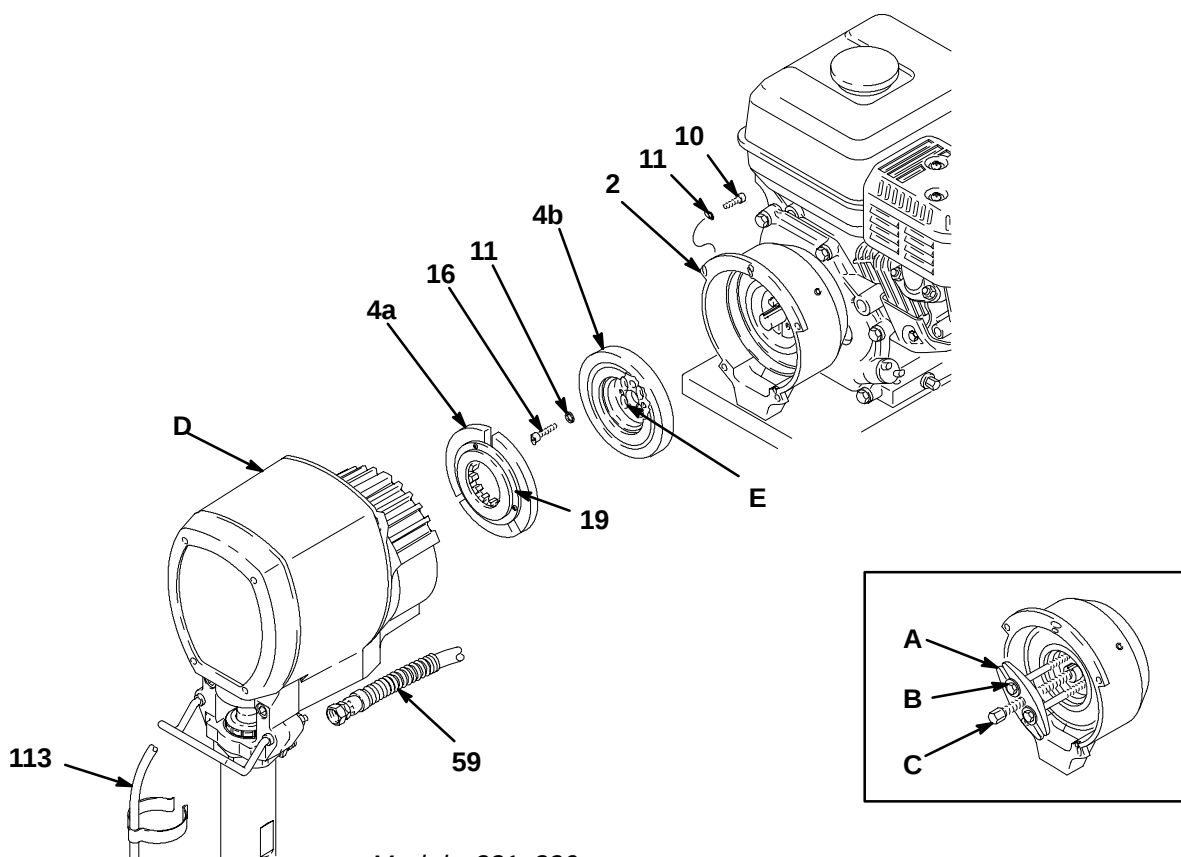

Fig. 12
NOTA: Para realizar esta operación, consulte la Fig. 12.
2. Desconecte la manguera (59) de la base de bomba. Saque las abrazaderas de resorte y la manguera de drenaje (113) de la base de bomba.
3. Saque primero los dos tornillos (10) y arandelas de retención (11) inferiores, luego los dos tornillos (10) y las arandelas de retención (11) laterales y, por último, el tornillo (10) y la arandela de retención (11) superiores.
4. Golpee ligeramente la parte trasera del alojamiento del cojinete (21) con una maza de plástico, para aflojar el conjunto (D) del cárter del embrague. Extraiga el conjunto.
- a. Retire los cuatro tornillos de cabeza hueca (16) y sus arandelas de retención (11). Instale dos de ellos en los orificios roscados (E) del rotor. Apriete alternativamente los tornillos, hasta que salga el rotor. Vea la Fig. 12. Si resulta difícil sacar el rotor, utilice el procedimiento b.
- b. Se puede utilizar un extractor de volante de dirección estándar (A), pero también hacen falta dos tornillos (B) de 1/4-22- x 7,5 o 10 cm de longitud. Cambie los tornillos cortos del extractor del volante de dirección por dos más largos (B). Enrosque los tornillos (B) en los orificios roscados (E) del rotor (4b). Apriete los tornillos de cabeza (C) de la herramienta hasta extraer el rotor. Vea el detalle a la Fig. 12.